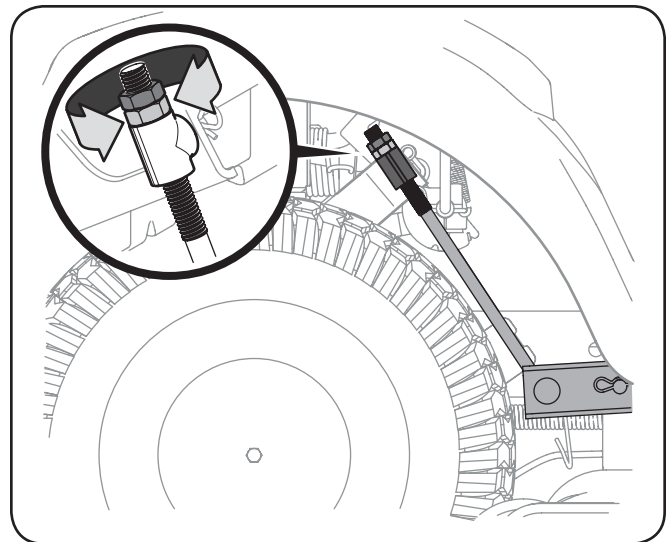

Figura 6-6
3. Debajo de los guardabarros traseros dentro de las ruedas hay una varilla de ajuste de elevación para cada lado de la plataforma. Consulte Figura 6-6.